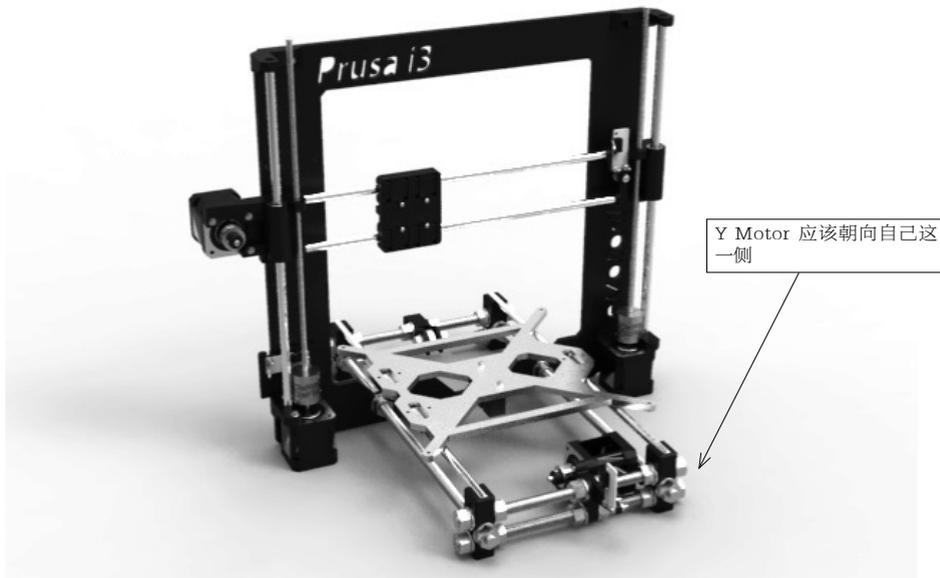

图 3-50 组装好的外部框架
(1) 通过 M10 的螺母和垫片将 Y 轴底盘安装在框架底板上。框架底板含有装配槽，刚好能够卡住组装好的 Y 轴底盘，在装配的时候要注意有 Y Motor 的一侧应该是朝向自己的。
(2) 将 Y 轴底盘放置在框架底板的正中，左、右两个 Y Corners 要对称，最后拧紧上面的 M10 螺母，使其固定住，最终装配好的打印机框架如图 3-50 所示。